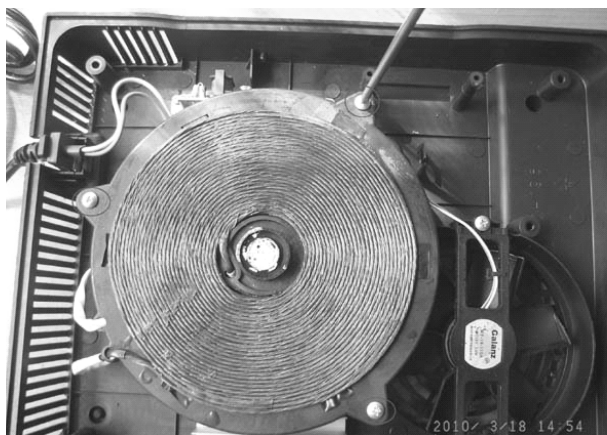

图 3-16 卸下锅底励磁线圈的固定螺钉
- 2) 将电磁炉正放于工作台上，用螺钉旋具卸下锅底励磁线圈的固定螺钉，如图 3-16 所示。